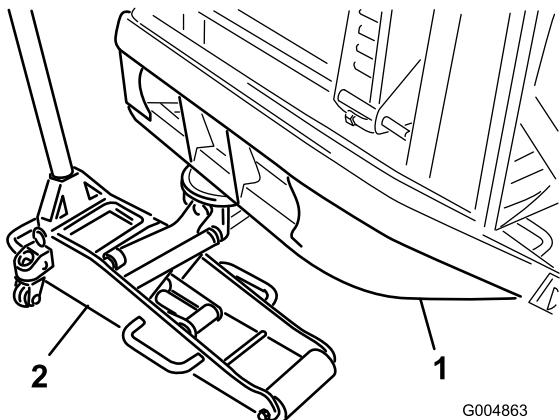

Figura 94
5. Collocate un martinetto adatto allo scopo sotto il tubo del paraurti posteriore e sollevate le ruote posteriori dal suolo (Figura 94).